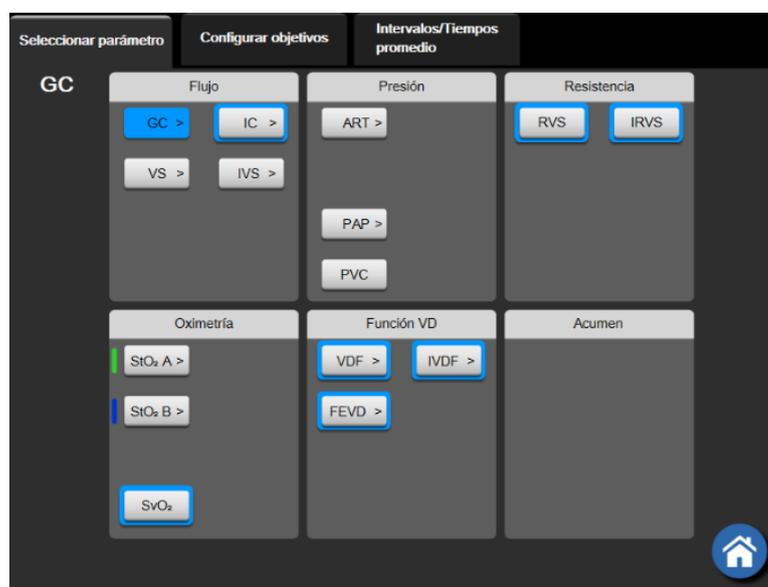

Figura 5-4 Ejemplo de menú de configuración del panel de selección de parámetros clave
- 2 El menú de configuración del panel mostrará el parámetro seleccionado resaltado en color y otros parámetros mostrados en ese momento rodeados en color. Los parámetros disponibles aparecen la pantalla sin ningún resaltado. figura 5-4 muestra la pestaña de selección de parámetros del menú de configuración del panel que aparecerá al seleccionar parámetros continuos y la monitorización con el módulo Swan-Ganz de HemoSphere. El aspecto de esta ventana al realizar la monitorización con otros módulos o cables de HemoSphere será diferente al mostrado en figura 5-4. Los parámetros se organizan en categorías. Las categorías se basan en el modo de monitorización utilizado en el momento. Las categorías, enumeradas a continuación, se agrupan en el menú de configuración de selección de parámetros. Consulte figura 5-4.